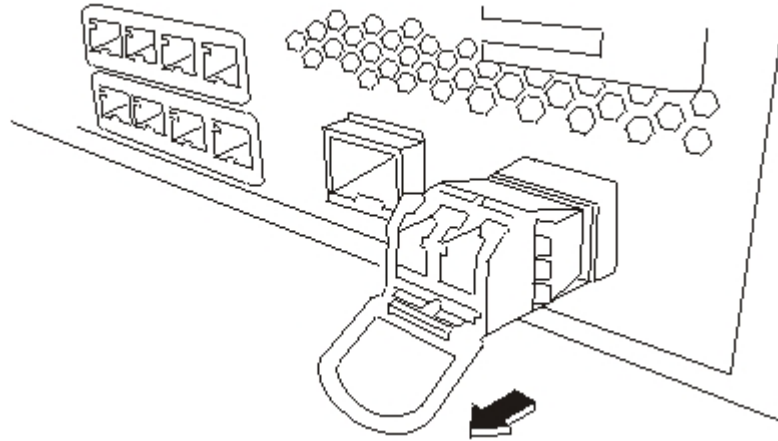

図 19. SFP トランシーバーの取り外し
- 図 19 に示すように、トランシーバー前面の青いラッチを下に引きます。